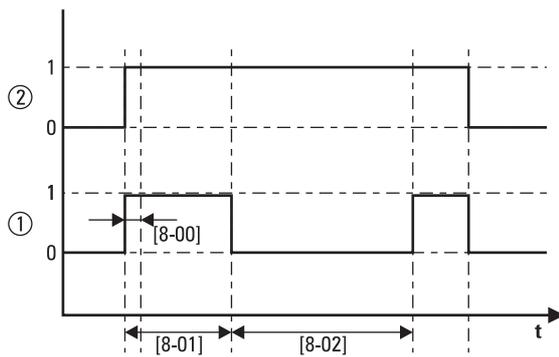

Bild 6-16 Schaltzeiten der Parameter [8-00], [8-01] und [8-02]
- [8-02] Wiederanlaufzeit Wärmepumpe: Bestimmt den minimalen erforderlichen Abstand zwischen zwei Warmwasser-Heizzyklen (siehe Bild 6-16).